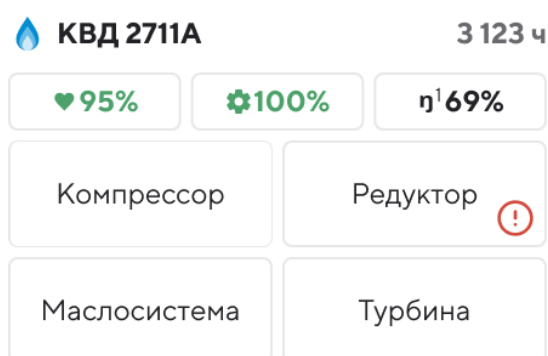

Рисунок 63 — Карточка активного оборудования. Полный вид
-  (Полный вид) — кнопка обеспечивает отображение карточки оборудования в полном виде (Рисунок 63) По умолчанию выбрана кнопка  (Полный вид).